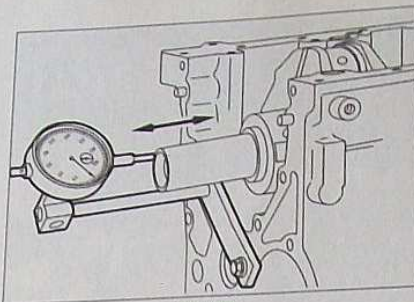

FIG. 55
- Contrôler le jeu axial (Fig.55).